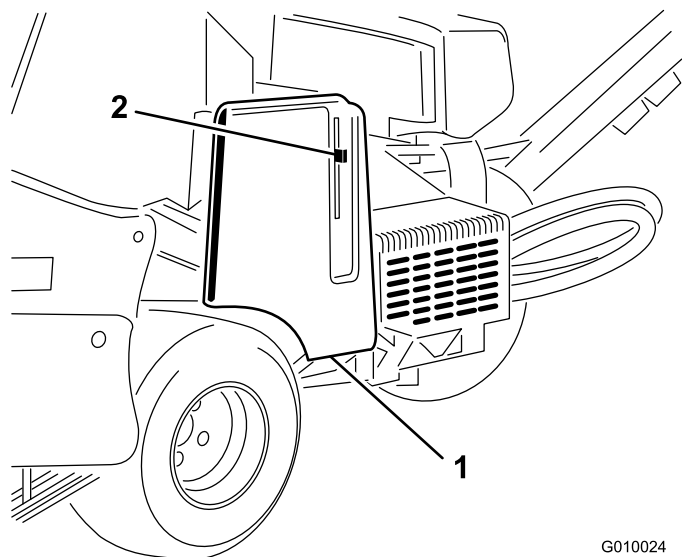
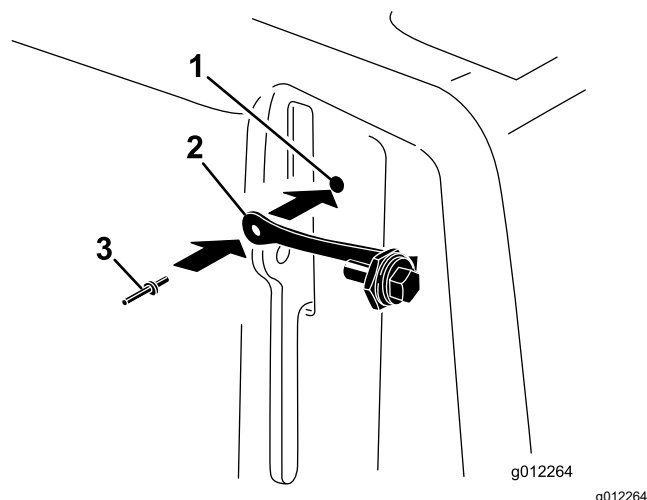

**Figura 16**
**Figura 17**
1. Individuate il foro sul copricinghia, vicino alla fessura della leva del dispositivo di fermo (Figura 16 e Figura 17).
2. Fissate il gruppo cordino al foro del copricinghia con un ribattino con spina (Figura 17).